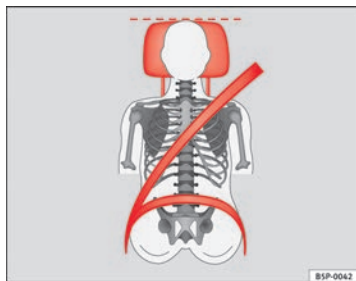
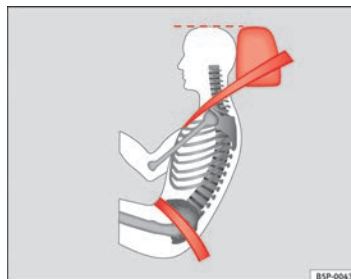

Abb. 91 Von vorne betrachtet: richtig eingestellte Kopfstütze und korrekter Gurtbandverlauf
Abb. 92 Von der Seite betrachtet: richtig eingestellte Kopfstütze und korrekter Gurtbandverlauf
- Die Kopfstützen so einstellen, dass sich die Oberkante der Kopfstütze möglichst auf einer Linie mit dem oberen Teil Ihres Kopfes, aber mindestens auf Augenhöhe befindet => Abb. 91 und => Abb. 92.